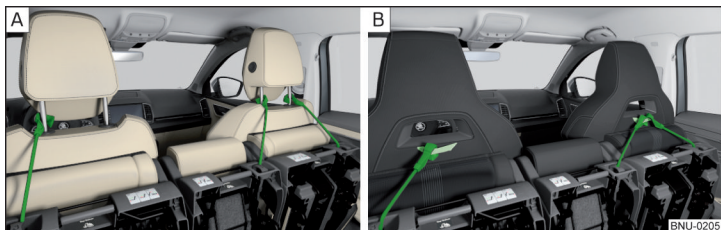

Fig. 85 Blocarea scaunelor ridicate
- ▶ Blocați scaunele ridicate, cu centura de fixare de tija de ghidare a tetierei față » fig. 85 - A.
- ▶ La scaunele cu tetieră integrată, fixați centura de curelușa de pe partea din spate a spătarului scaunului » fig. 85 - B.